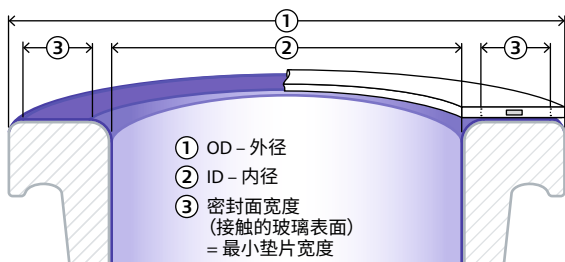

图1: 确定垫片尺寸。
- 由于法兰尺寸决定垫片宽度和长度，因此请在法兰倒角前确定法兰内径(ID)、外径(OD)和密封面宽度（见图1）。